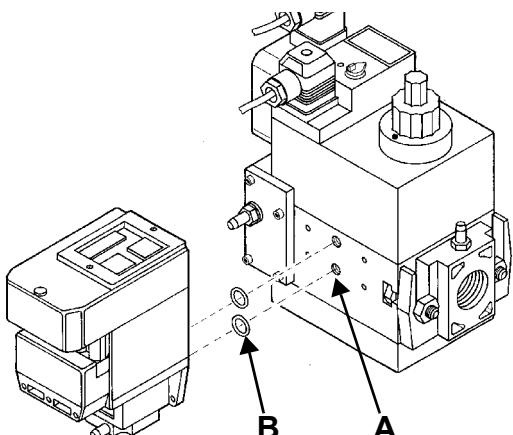
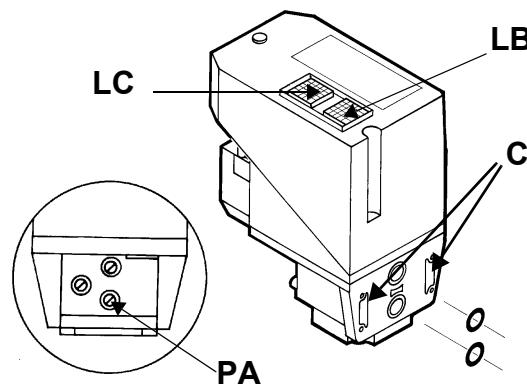

Fig. 8
Fig. 9
- 3 quitar los tornillos de cierre del grupo Multibloc (Fig. 8-A);
- 4 colocar los anillos de estanqueidad (10,5 x 2,25) en el VPS 504 (Fig. 9-B, Fig. 8-B);
- 5 apretar los 4 tornillos de control de estanqueidad (M4 x 16) Fig. 8-C.
Si se desea realizar un control, introducir un manómetro en la toma de presión PA en Fig. 9. Si el ciclo de prueba resulta positivo, después de algunos segundos se enciende la lámpara de consenso LC (amarilla). En caso contrario se enciende la lámpara LB de bloqueo (roja). Para reiniciar es necesario desbloquear el equipo presionando el pulsador luminoso LB.